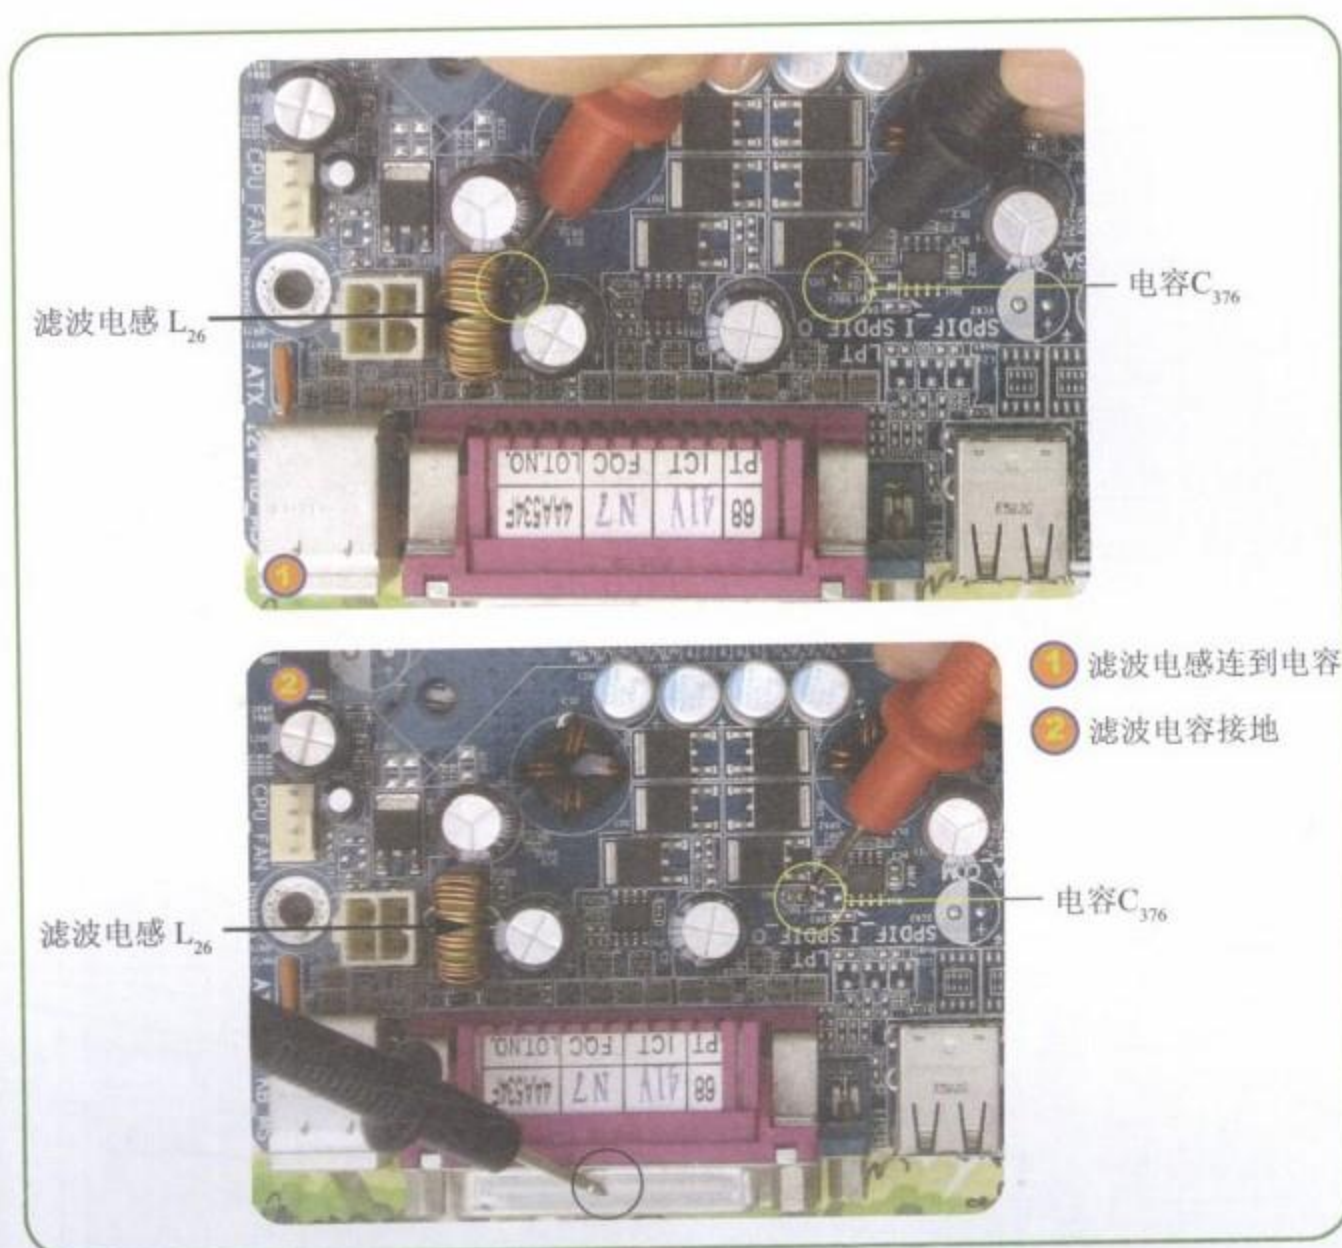

图8-51 测量电感与高端门场效应管间的电容
Step 03 测量滤波电感 L_{26} 到高端门场效应管 Q_{87} 之间的滤波电容 C_{376} 及电容接地的线路，如图8-51所示。